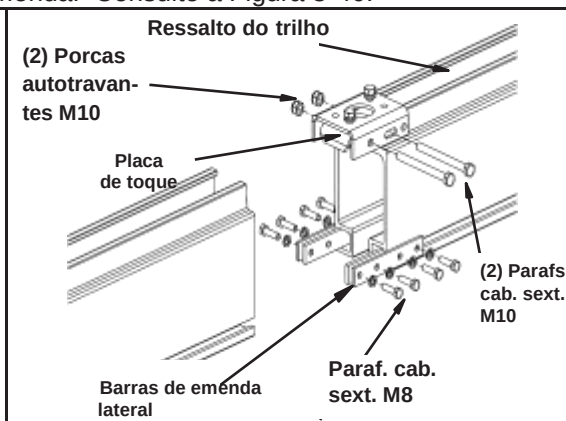
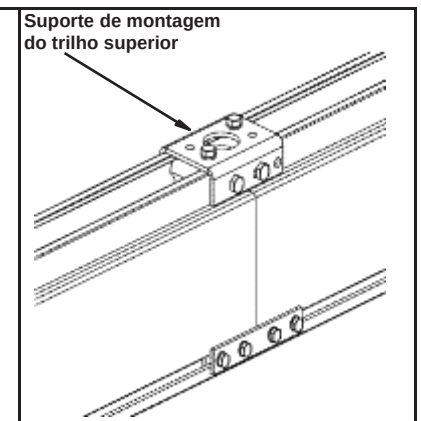

Figura 3-39
Figura 3-40
- Etapa 1. Deslize o suporte de montagem do trilho superior e a placa de toque juntos. Assegure-se de que a placa de toque esteja abaixo do ressalto do canal de suporte. Consulte a Figura 3-39.
- Etapa 5. Aperte os dois (2) parafusos de cabeça sextavada M10 x 30 mm sobre o suporte de montagem do trilho superior para alinhar e fixar os dois (2) trilhos.
- Etapa 6. Centralize as duas (2) barras de emenda lateral sobre a emenda.
- Etapa 7. Aperte os oito (8) parafusos de cabeça sextavada M8 x 30 mm nas barras de emenda lateral. Verifique se não há folgas na junta da emenda. Consulte a Figura 3-40.